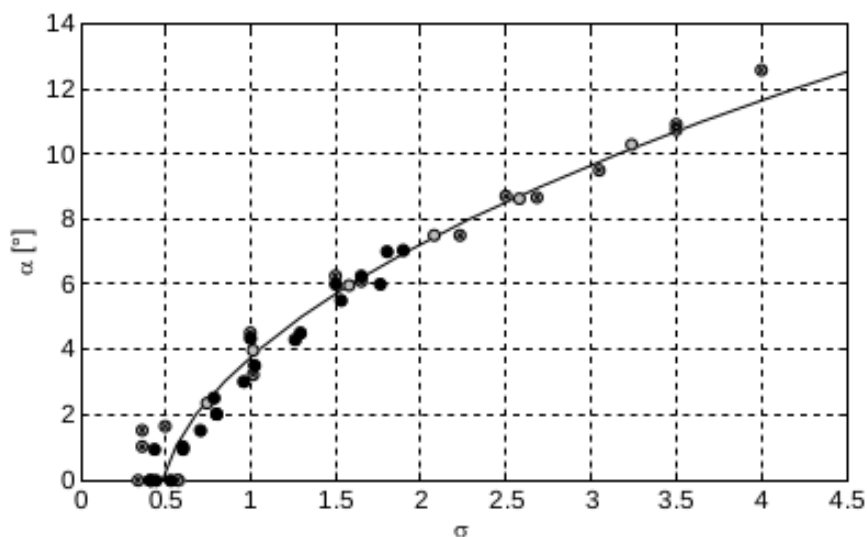

FIGURE 6 – Carte de cavitation du NACA0015
- Placer la valeur correspondante sur la carte de cavitation obtenue expérimentalement en tunnel hydrodynamique, figure 6.